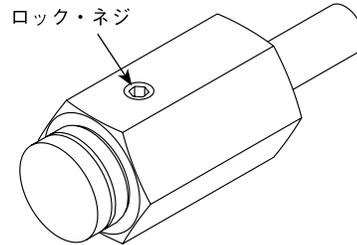

図 22：ロック・ネジを緩める
1. 付属の六角レンチでロック・ネジを緩めます。図 22 をご参照ください。